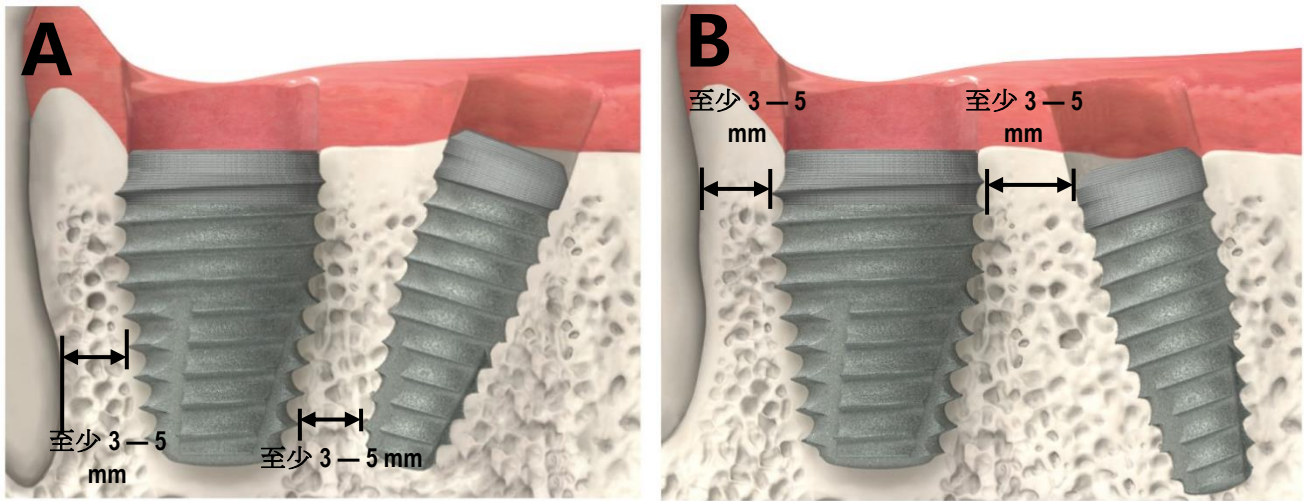

图1.警告及注意事项(3)
牙科种植体可因多种原因损坏，其中包括因不当牙合产生的过度负荷、金属疲劳及植入期间的种植体过紧。一定比例的种植体可能无法实现或维持骨整合，表现为活动，应将其移除。基牙断裂的可能原因包括但不限于：铸造角度超出 30 度，铸钛温度高于 2010°F (1099°C)，与受损牙齿连接时种植体支持不足，非被动适应上层结构，由于牙合不当产生过度负荷，胶合基牙未完全就位及牙桥悬臂过长。由于种植体的可能失效，带有有角或直型基牙的小直径种植体专用于口腔前区，不适用于口腔后区。锥形 IM 种植体 (1) 仅限用于后牙区；(2) 每个臼齿拔除部位仅限使用一个种植体；(3) 应距离相邻的种植体或牙齿 3-5 毫米，种植体的顶端范围到相邻种植体或种植体到牙齿接触点的距离应为 3 毫米（相对于牙齿冠部和牙槽嵴而言）（图 1）；(4) 应距离颊侧或舌侧牙槽表面至少 1.5 毫米，以便充分整合；并且 (5) 在以下情况使用：当外科医生确定，植入直径较窄的种植体会由于较差的初期稳定性或手术步骤的增加（从而导致并发症）而增加失败的可能性。